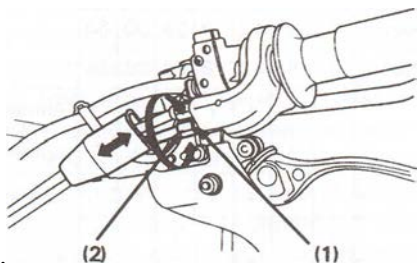

Рисунок 3
- . Более аккуратной установки требует верхнее крепление троса газа (см. рис.3). К регулировке натяжения контргайку раскручивают и задатчик вращают. Затем снова переворачивают. Завершают установку натяжением троса у карбюратора (карбюратор агп / картину(изображение) 4). К регулировке натяжения контргайку раскручивают и задатчик вращают. Затем снова переворачивают.